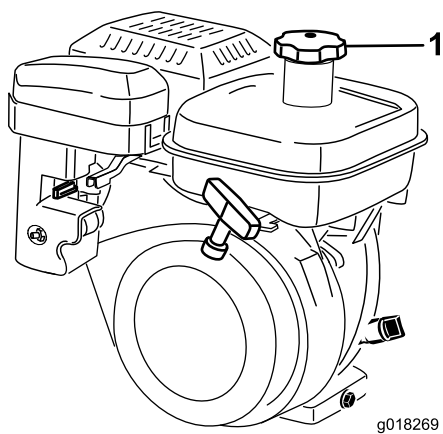

Figura 25
1. Limpe a zona em redor da tampa do depósito de combustível e retire a tampa do depósito (Figura 25). Encha o depósito de combustível apenas até ao fundo do painel do filtro.